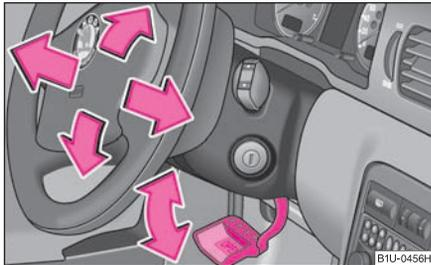

Fig. 103 Volant réglable:
- Tirez la manette sous la colonne de direction ⇒ fig. 103 vers le bas ⇒ ⚠.